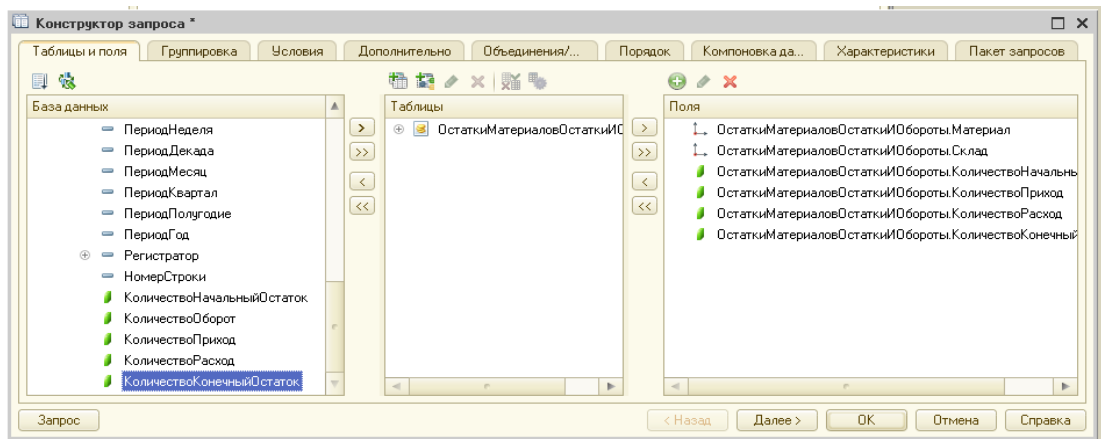

Рис. 1. Выбранные поля
9. В результате окно Поля должно быть заполнено следующим образом (рис. 1).